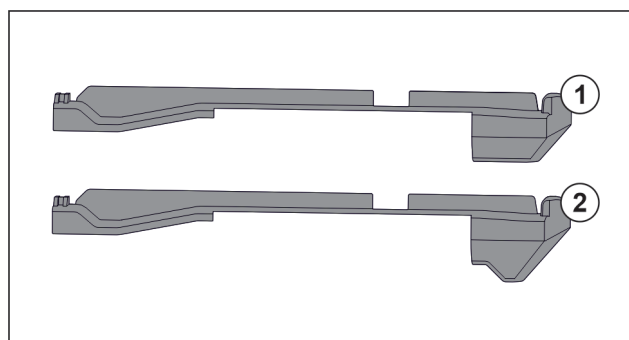

Fig. 150 Primerjava natičnih nastavkov
V napravi sta dva različna natična nastavka. Natični nastavek nad povsem spodnjim predalom Fig. 150 (2) ima trikotni rob. Vsi ostali natični nastavki Fig. 150 (1) imajo raven rob.
- ▶ Natični nastavek Fig. 150 (2) s trikotnim robom namestite nad povsem spodnjim predalom.
- ▶ Natični nastavek Fig. 150 (1) z ravnim robom namestite na vsa preostala mesta.